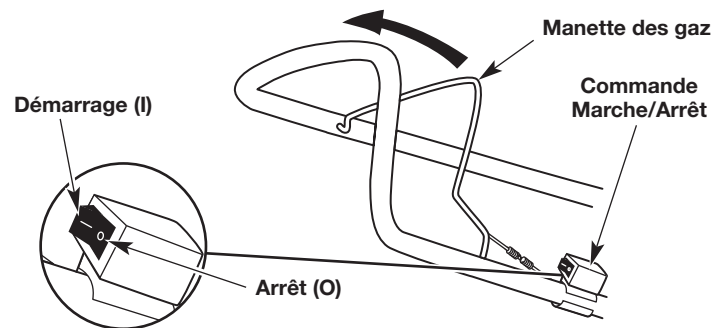

Fig. 4
**REMARQUE :** Il n'est pas nécessaire de faire démarrer la machine. La commande Marche/Arrêt est en position MARCHÉ (I) en permanence (Fig. 4).
2. Appuyez sur la commande Marche/Arrêt et maintenez-la en position **ARRÊT (O)** jusqu'à ce que le moteur s'arrête complètement (Fig. 4).